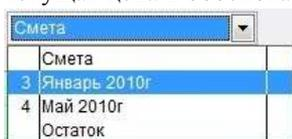

Рис. 2. Меню выбора отчетного периода
2. Далее располагается выпадающее меню выбора отчетного периода (при наличии), либо сметы в целом, либо остатка. В зависимости от выбора будут меняться такие показатели ресурсов, как количество, остаток, текущая цена и обоснование (Рис. 2).